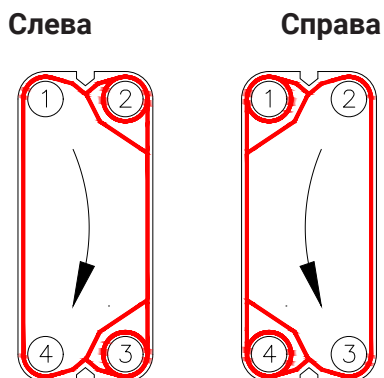

Рис. 3. Левая и правая пластина
- На правых пластинах жидкость проходит от соединения 2 к соединению 3 или, наоборот, от соединения 3 к соединению 2 (рис. 3).
- На левых пластинах поток идет от соединения 1 к соединению 4 или от соединения 4 к соединению 1 (рис. 3).